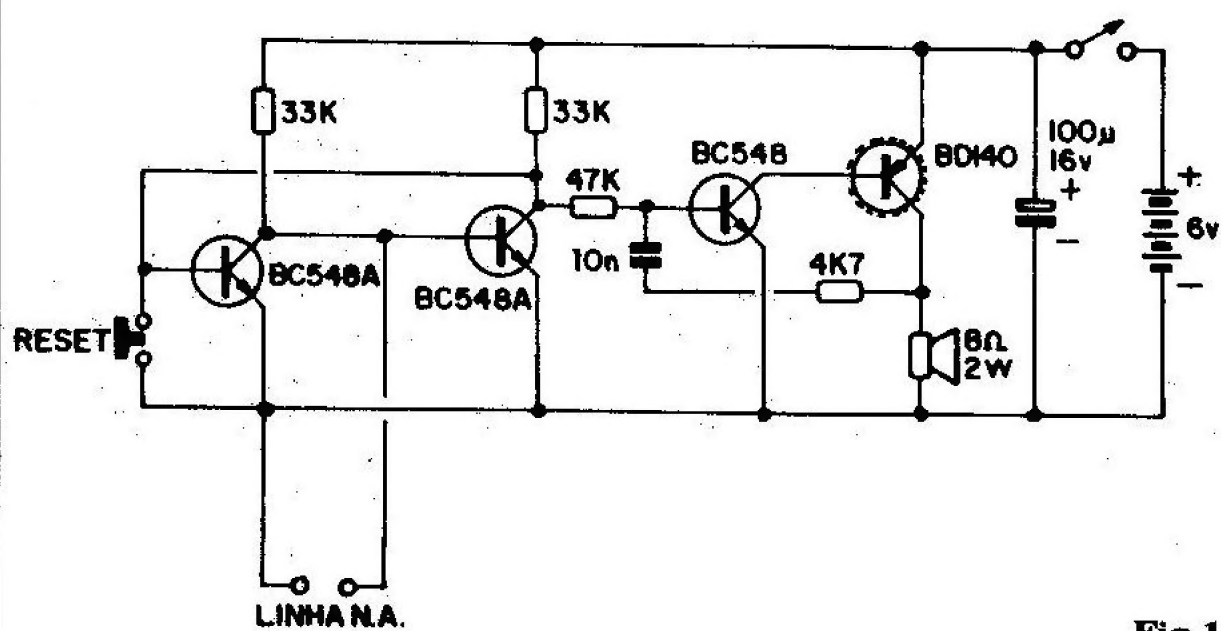

Fig.1
de idéias simples e funcionais para adaptações diversas em suas necessidades de trabalho, no dia-a-dia! Agrada-nos saber que Você já se "aproveitou", com sucesso, de várias idéias básicas surgidas nos circuitos aqui mostrados! Estamos aqui "pra isso" (também...). Quanto à adaptação que Você pretende fazer no ANARO, nada mais simples (uma vez que Você já se assegurou que um sistema imã/REED é aplicável...)! Observe a fig. B, onde mostramos as elementares modificações que deverão ser promovidas no módulo sensor (entrada) do circuito original: os componentes marcados com asteriscos são os acréscimos... Em compensação, no projeto original, Você poderá (veja esquema na fig. 1 - pág. 12 - APE nº 34) desprezar os seguintes itens:
- FIG. 1 - O CIRCUITO - O esquema do ALMENA está na figura, em toda a sua simplicidade... Basicamente podemos dividir o circuito, numa análise técnica elementar, em dois blocos: o gerador de som/excitador do alto-falante e o circuito lógico de interpretação do sensoreamento e "memória"... O bloco gerador de som é dos mais simples, formado por um oscilador de boa Potência final, estruturado em torno do par de transistores complementares (BC548 e BD140). Tais transistores forma um simples multivibrador, capaz de excitar diretamente um alto-falante, e cuja Frequência de oscilação é determinada pela rede RC de realimentação (4K7-10n) e também pelo resistor de polarização de base do BC548 (47K). Observem que, sendo o BC548 um transistor bipolar NPN, enquanto o tal resistor de base não "levar" polarização positiva, nada acontece (o oscilador fica "quietinho"...). O alto-falante, situado como carga de coletor do transistor PNP de média Potência (BD140), emite, quando o oscilador estiver ativado, um forte timbre de áudio, cuja Potência e Frequência permitem a audição a muitos metros de distância, mesmo em ambiente naturalmente ruidoso! Como o transistor de saída (BD140) trabalha na base do "tudo ou nada", estando o oscilador "desabilitado", o dreno de Corrente situa-se em torno de... nada! Mesmo com o oscilador funcionando, os pulsos oferecidos pelo BD140 ao alto-falante são relativamente curtos (em comparação com o semi-ciclo "inativo") com o que se obtém boa Potência acústica sob moderada Potência elétrica, situação ideal para um circuito alimentado por pilhas... Vejamos, agora, o bloco